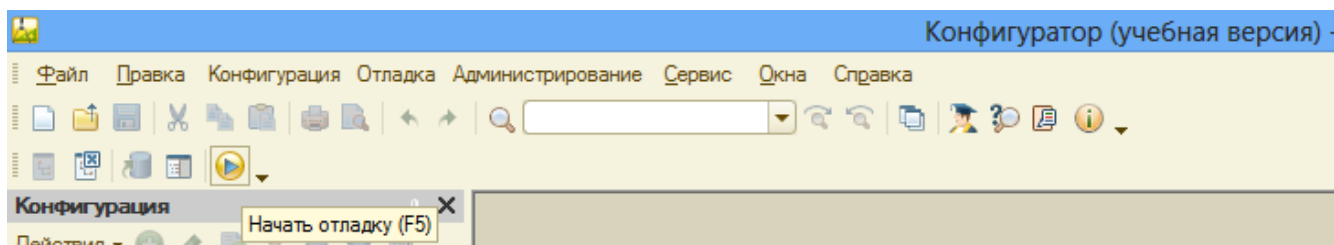

Рисунок 19 Кнопка «Начать отладку»
- кнопка «**Начать отладку**» на панели инструментов (рис. 19);